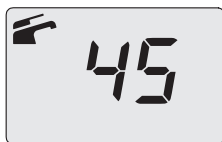

Figura 2.6
- Il display LCD visualizza la temperatura di caldaia (circuitto primario) ed il simbolo  (Figura 2.6).